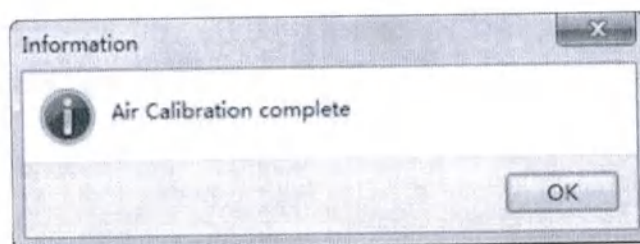

Рисунок 37 Окно завершения калибровки по воздуху
- Когда строка состояния дойдет до конца, калибровка по воздуху завершится, и появится сообщение «Калибровка по воздуху завершена» ("Air Calibration Completed") (см. рис. 37).